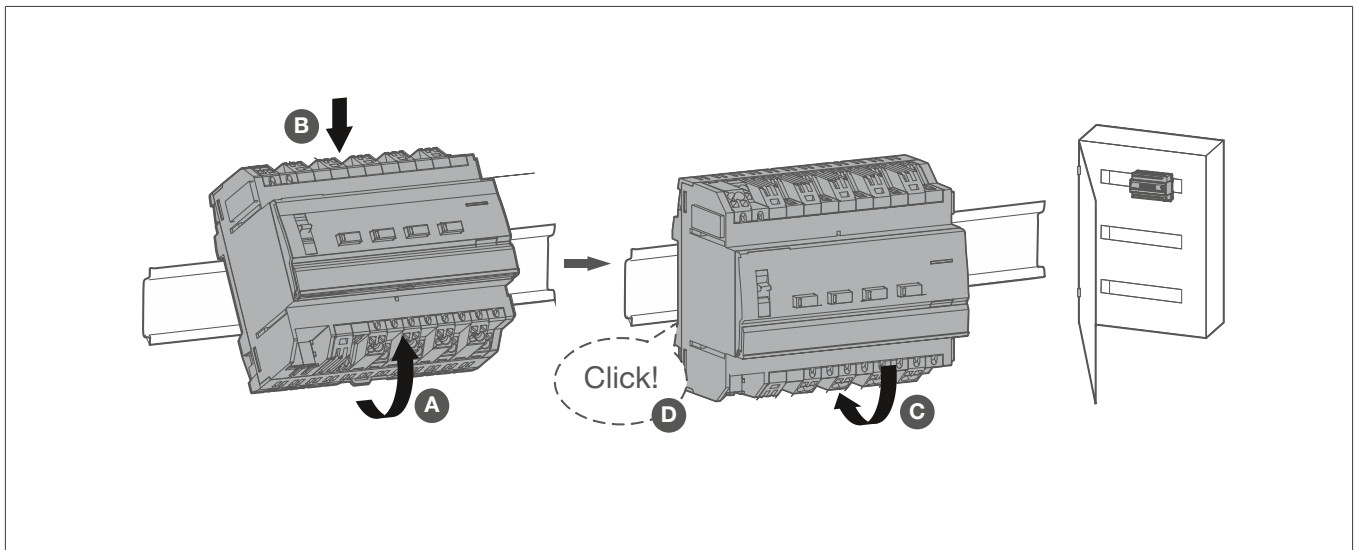

Bild 5: Gerät auf der Hutschiene montieren
- Gerät auf Hutschiene nach TH 35 7,5-15 gemäß IEC 60715:2017 / EN 60715:2017 montieren (Bild 5).